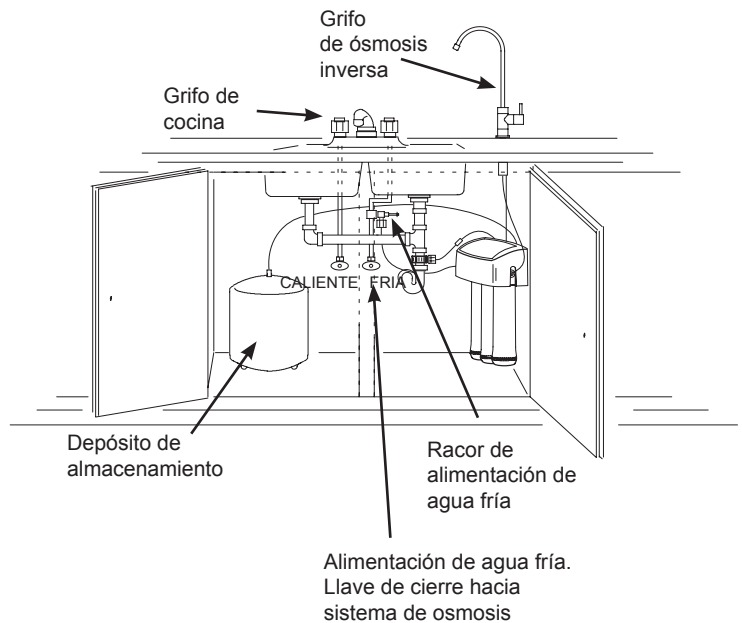

FIG. 22
2. Asegurarse de que la llave de paso situada en el racor de alimentación de agua fría (cf Fig. 22) esté abierta.